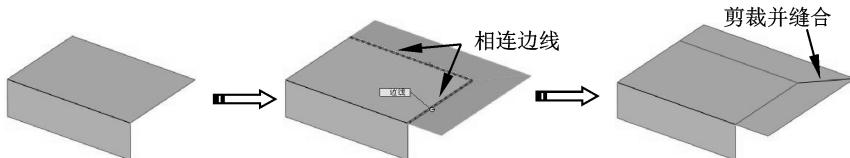

图 4-36 直纹面的裁剪和缝合
- 裁剪和缝合:当所选的边线为两个或两个以上且相连,【裁剪和缝合】选项被激活。此选项用来相互剪裁和缝合所产生的直纹面,如图 4-36 所示。